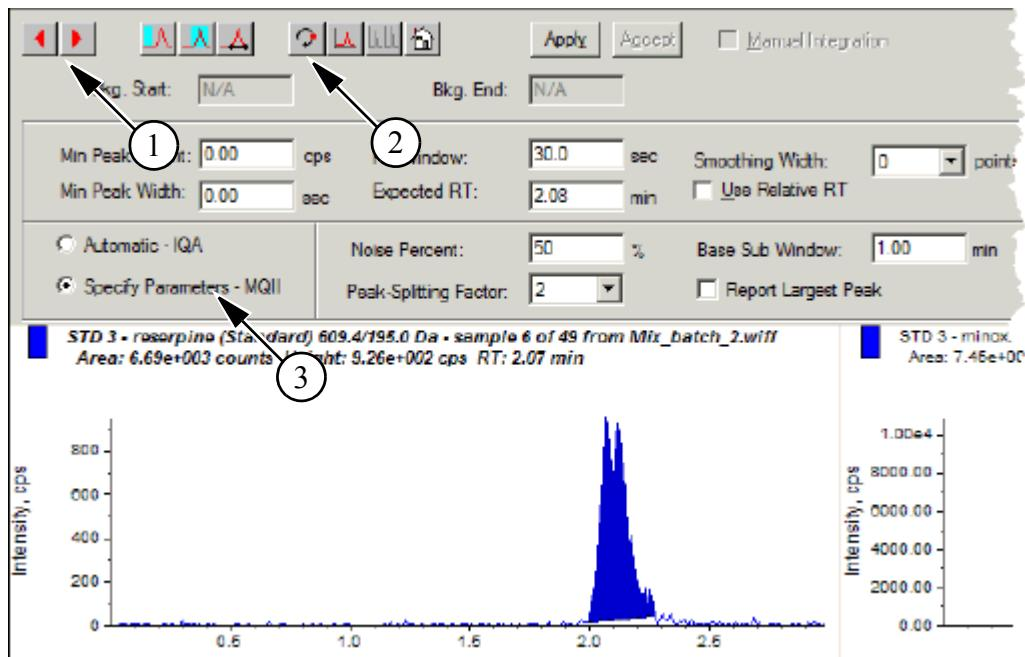

Figura 7-6 Riquadro Peak Review
8. Per spostarsi tra i picchi, fare clic sulla freccia rivolta a destra. Fare riferimento alla Figura 7-6 Riquadro Peak Review a pagina 102.